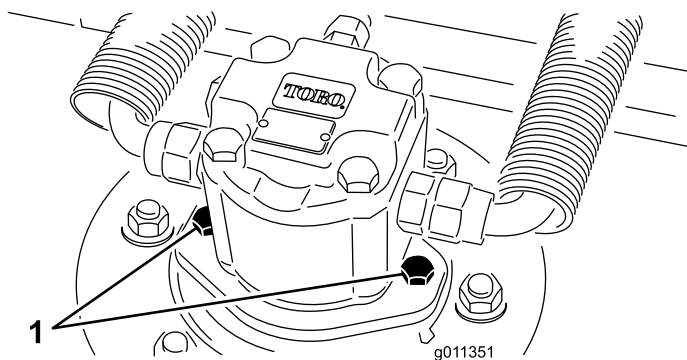

Figura 64
2. Scollegate e staccate il motore idraulico dal piatto di taglio (Figura 64). Coprite la parte superiore dell'alberino per impedire che venga contaminato.
4. Montate il motore idraulico sul piatto di taglio (Figura 64). Verificate che l'O-ring sia in sede e non sia danneggiato.